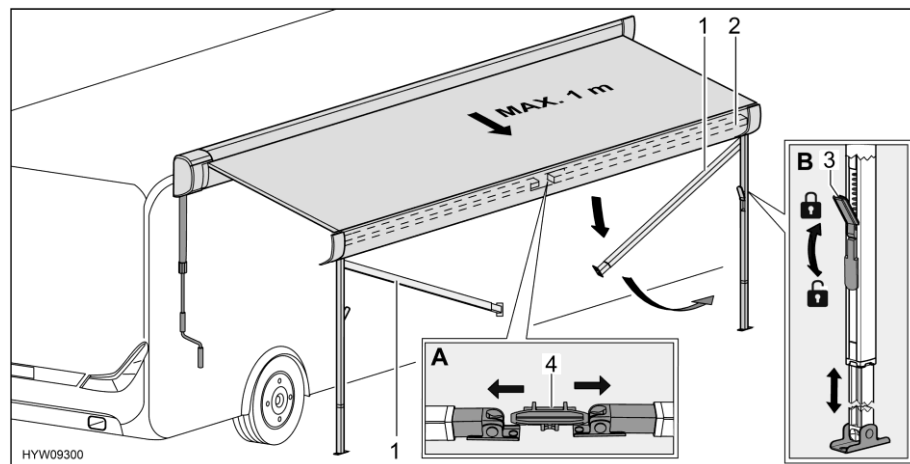

Bild 15 Stützfüße vorbereiten
- Stützfüße (Bild 15,1) aus Halterung (Bild 15,4) in der Frontleiste (Bild 15,2) lösen. Dazu Stützfüße leicht nach außen drücken (Bild 15,A).
- Verriegelungen (Bild 15,3) der Stützfüße lösen. Dazu den Verriegelungshebel nach unten klappen.
- Unteren Teil der Stützfüße bis zur gewünschten Länge herausziehen (Bild 15,B).
- Verriegelungen (Bild 15,3) der Stützfüße schließen. Dazu den Verriegelungshebel nach oben klappen.